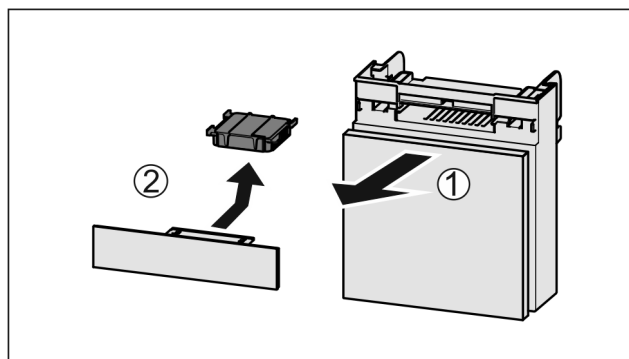

Fig. 177
- Lade vanaf de voorkant eruit trekken Fig. 177 (1).
- Actiefkoolfilter verwijderen Fig. 177 (2).